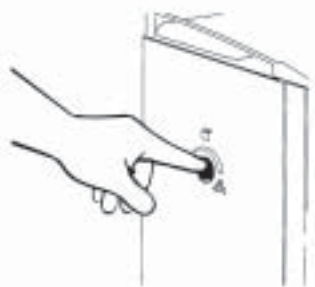

FIG. G1
- Premete la manopola regolazione della macinatura (I) per consentire la sua fuoriuscita (FIG. G1).
- Dopo aver individuato la macinatura di vostro gradimento premete la manopola per riposizionarla a "scomparsa" (FIG. G1).